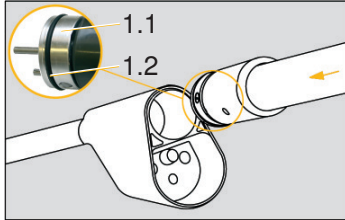

Abb. 1
- Schieben Sie die Isolerstange inkl. Batteriedeckel (1.1) vorsichtig bis Anschlag ins Kopfteil (Abb. 1). Achten Sie darauf, dass Sie den schwarzen O-Ring (1.2) des Batteriedeckels (1.1) nicht beschädigen.